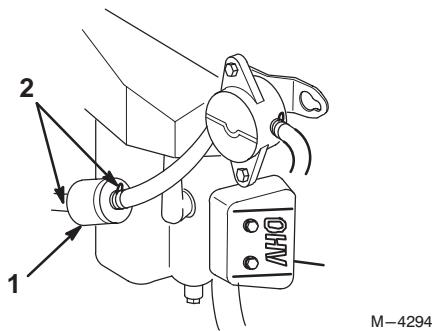

Bild 47
3. Drücken Sie die Enden der Schlauchschellen zusammen und schieben sie vom Filter weg (Bild 47).